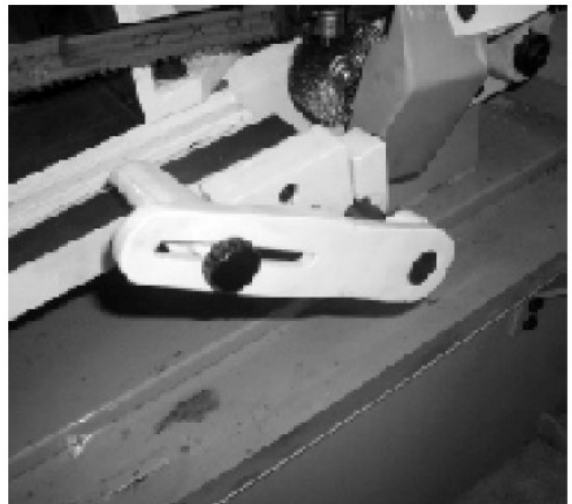

Рис. 17
Как правило, ограничитель выдвижения заготовки используется во время резания более одной заготовки одинаковой длины. Следует установить ограничитель (А) на нужное расстояние от режущего полотна (рис. 17). Можно выполнить переустановку ограничителя, ослабив стопорный винт (В) и выполнив соответствующее перемещение штока (С) (внутри или наружу). Затянуть стопорный винт (В). Для точной регулировки ограничителя необходимо ослабить гайку (D) и повернуть стопорный винт (А). Для того чтобы сдвинуть ограничитель (А), следует ослабить установочный винт (Е) и переместить рычаг (F) в нижнее положение.